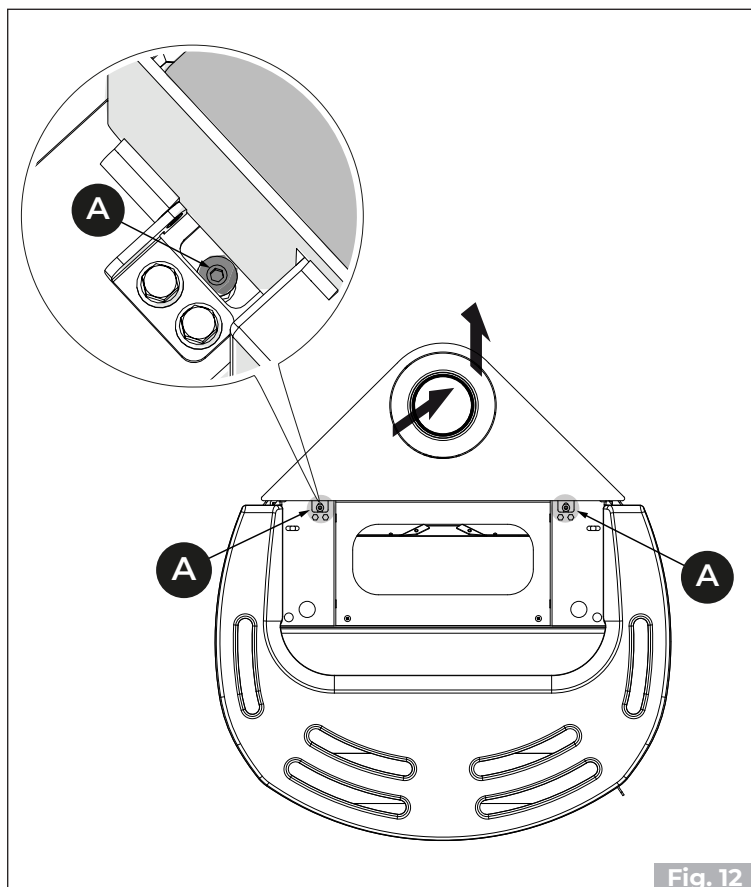

Fig. 12
- Lösen Sie die Schrauben **(A)** und ziehen Sie die Platte heraus **(B)** (**Fig. 12**)